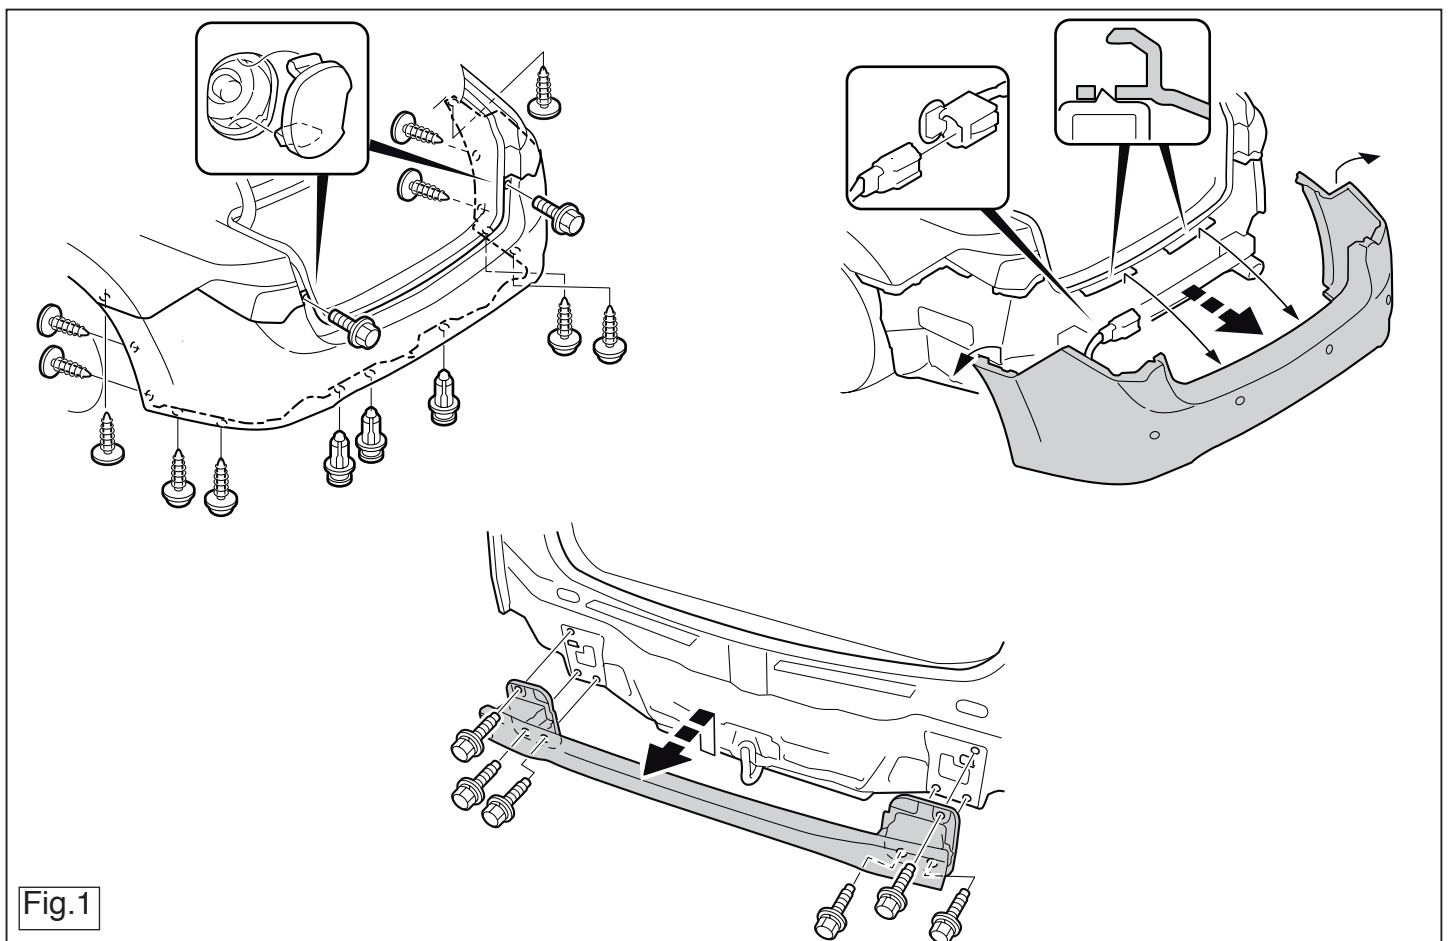

Fig.1
1. Remove the bumper and the steel buffer beam from the vehicle. The buffer beam will no longer be needed. See figure 1.
Siehe Abbildung 1.
1. Déposer le pare-chocs du véhicule y compris la traverse en acier la traverse ne sera plus utilisée. Voir la figure 1.
1. Demonter kofangeren, inklusive køretøjets stålstødbjælke. Denne bliver overflødig. Se fig. 1.